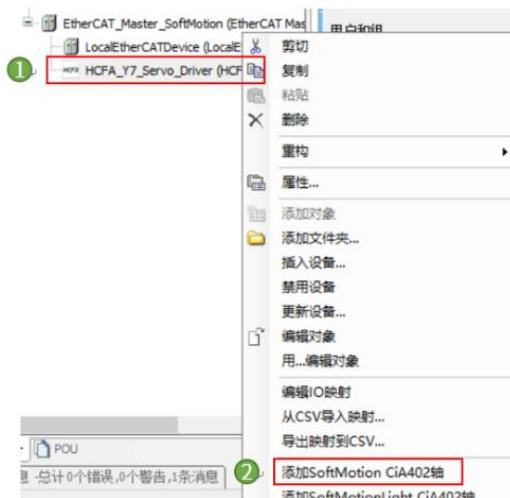

图13-10 添加CiA402轴
4. 右击【HCFA Y7 Servo Driver】，选择【添加SoftMotion CiA402轴】，如图13-10所示